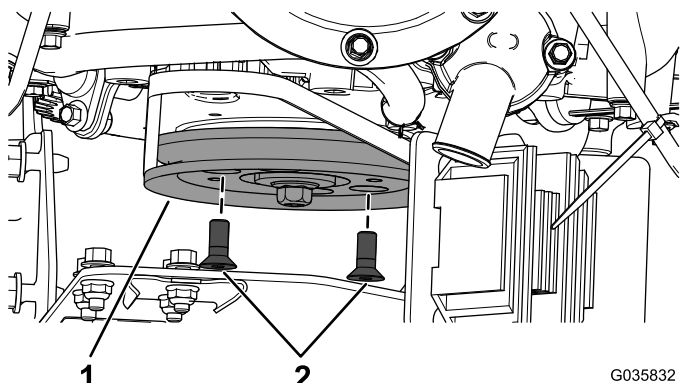

Figura 7
2. Instale la polea del alternador en el motor con los 2 tornillos allen de cabeza plana (M8 x 20 mm), según se muestra en Figura 7.